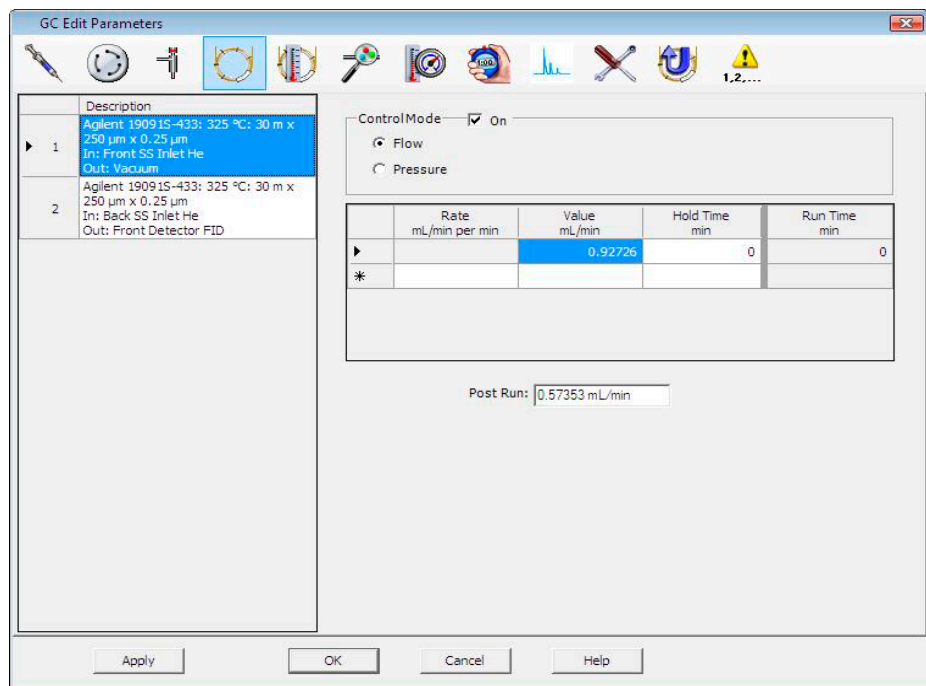

Figure 17 Calcul du débit de la colonne
- 2 Cliquer sur l'icône **Columns** (la Figure 17 fournit un exemple).